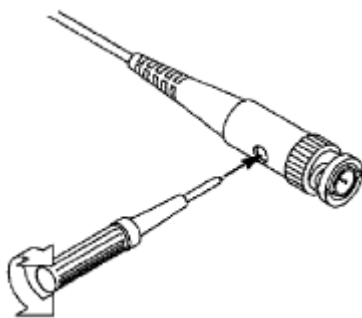

图 4-9: 探头调整
- 2、 检查所显示的波形，调节探头，直到补偿正确。见图 4-8，图 4-9。